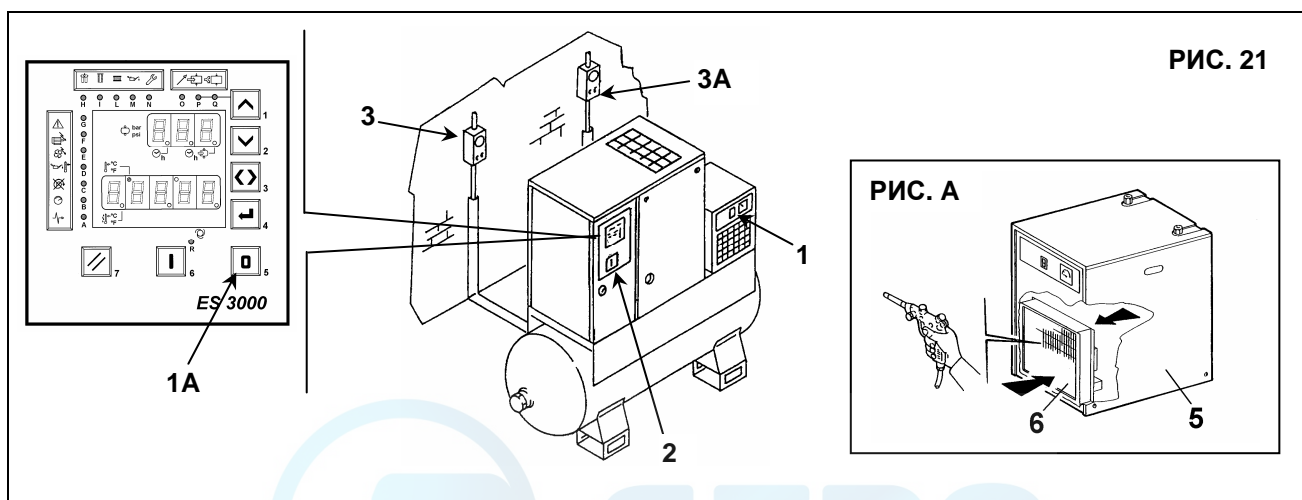

РИС. 21
- Выключите компрессор кнопкой 1А Рис. 21: машина выключится через 20 секунд работы в режиме разгрузки.
- Нажмите кнопку 1 Рис. 21.
- Выключите дифференциальный выключатель на осушителе, 4А Рис. 21.
- Выключите дифференциальный выключатель, 3 (на винтовом компрессоре) и 3А (на осушителе, если есть) Рис. 21.
- снимите панели 5 Рис. 21 прилагаемым ключом
- очистите ребра конденсатора 6 Рис. 21 сжатым воздухом (Рис. А). **НЕ ИСПОЛЬЗУЙТЕ ВОДУ ИЛИ РАСТВОРИТЕЛИ.**
- закройте крышку 5 Рис. 21.